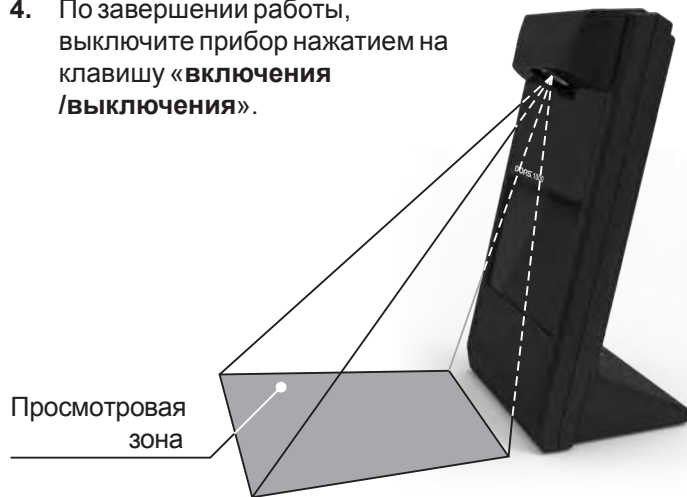

Рис. 2
Благодаря широкой просмотровой зоне (см. рис. 2) и высококонтрастному монитору вы сможете освоить работу с детектором легко и быстро.
3. Поместите банкноту в просмотровую зону, показанную на рис. 2, и сравните изображение на экране детектора с картой инфракрасных меток.